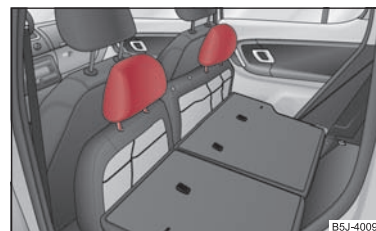

Fig. 54 Sièges AR: Appuie-tête dans les assises de siège
- Les appuie-tête peuvent être mis dans les ouvertures à cet effet dans les assises des sièges rabattus ⇒ fig. 54.